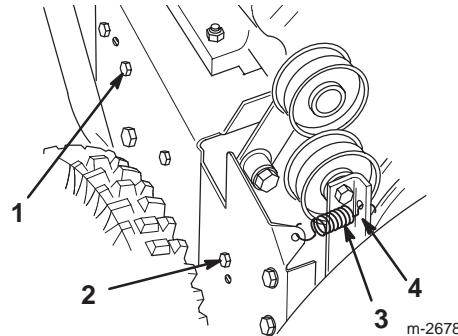

Figure 28
1. Couvercle de courroie supérieur 2. Boulon (3)
4. Desserrez le bras de frein de tarière. Pour ce faire, desserrez la dernière vis arrière et retirez la vis avant (Fig. 28).
5. Déposez le ressort de poulie folle (Fig. 28). Laissez le bras de frein pendre librement, mais hors du chemin.
4. Desserrez l' ensemble bras de frein de tarière. Pour ce faire, desserrez la vis arrière et retirez la vis avant qui fixent l' ensemble bras de frein au châssis (Fig. 28).